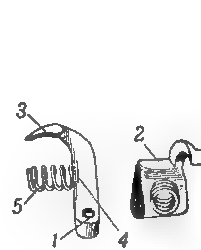

Рис. 33. Автоматический спуск:
34. Автоматический спуск (рис. 33) служит для предохранения спуска курка с боевого взвода при недовыключенном затворе. Он имеет: отверстие для оси; выступ для соединения с курком; прилив для разобщителя автоматического спуска; гнездо для упора пружины автопуска.